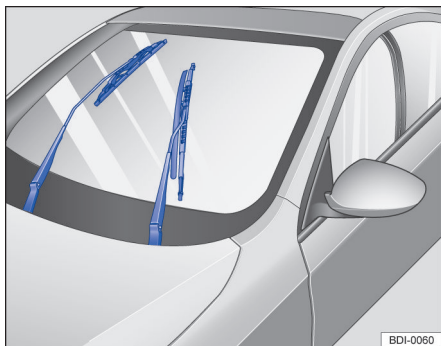

图 83 车窗玻璃刮水器在维护位置
在维护位置上可以将车窗玻璃刮水器摆臂从车窗玻璃上掀起⇒图 83。为了将车窗玻璃刮水器置于维护位置，要进行以下操作：
- 向下短按车窗玻璃刮水器操作杆⇒图 83④。